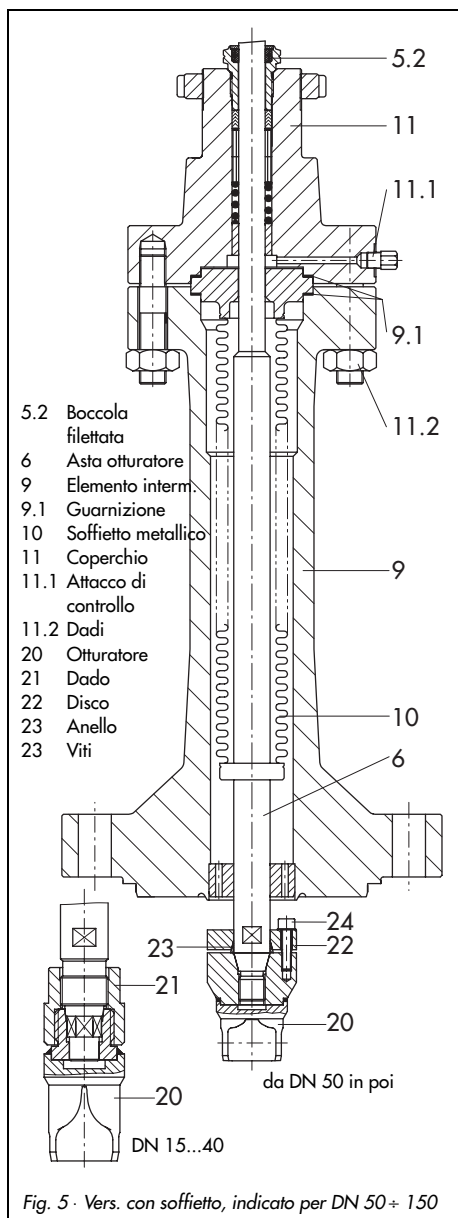

Fig. 5 - Vers. con soffietto, indicato per DN 50 ÷ 150
Le versioni con soffietto di tenuta metallico (fig. 5) sono dotati di un attacco di controllo (11.1) sulla flangia superiore per verificare la tenuta del soffietto. E' consigliato connettere un indicatore della perdita (p.es. manometro di contatto, drenaggio in un vaso aperto o di vetro) soprattutto per fluidi liquidi e vapori.
Il soffietto metallico (10) può essere sostituito solo insieme all'asta dell'otturatore. Procedere come descritto al cap. 5.1.2 (fig. 5).